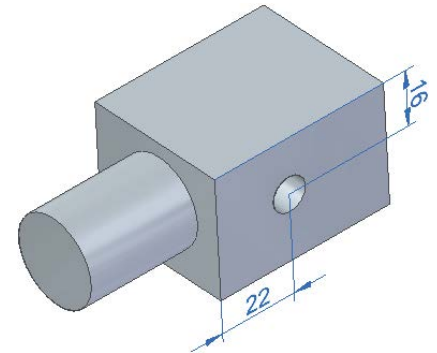

Рис. 2.4.5. Задание точного положения отверстия с помощью управляющих размеров
- задав управляющие размеры от центра отверстия до окружающих ребер после размещения отверстия (рис. 2.4.5);